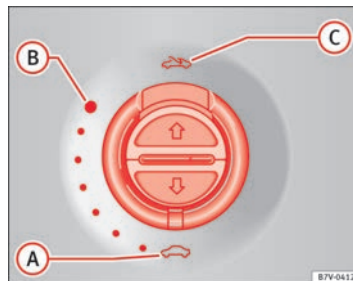

Fig. 57 Nel rivestimento interno del tetto: girare l'interruttore per aprire e chiudere.
⇒ fig. 57
- L'interruttore ⇒ fig. 57 deve essere in posizione di „chiusura“ .